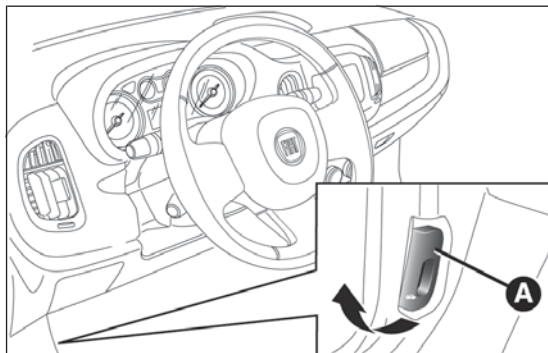

fig. 102
- ☐ tirare la leva A fig. 102 nel senso indicato dalla freccia;